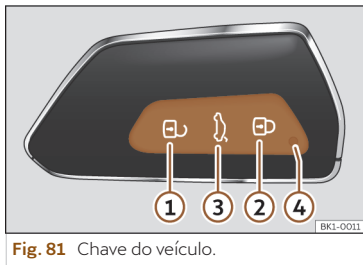

Fig. 81 Chave do veículo.
Legenda da >>> **Fig. 81.**
Quando se pressiona brevemente um botão na chave do veículo, a luz de controlo pisca ④ >>> **Fig. 81** (seta) uma vez brevemente, mas se se pressionar durante um tempo prolongado, piscará várias vezes, por exemplo, na abertura de conforto.